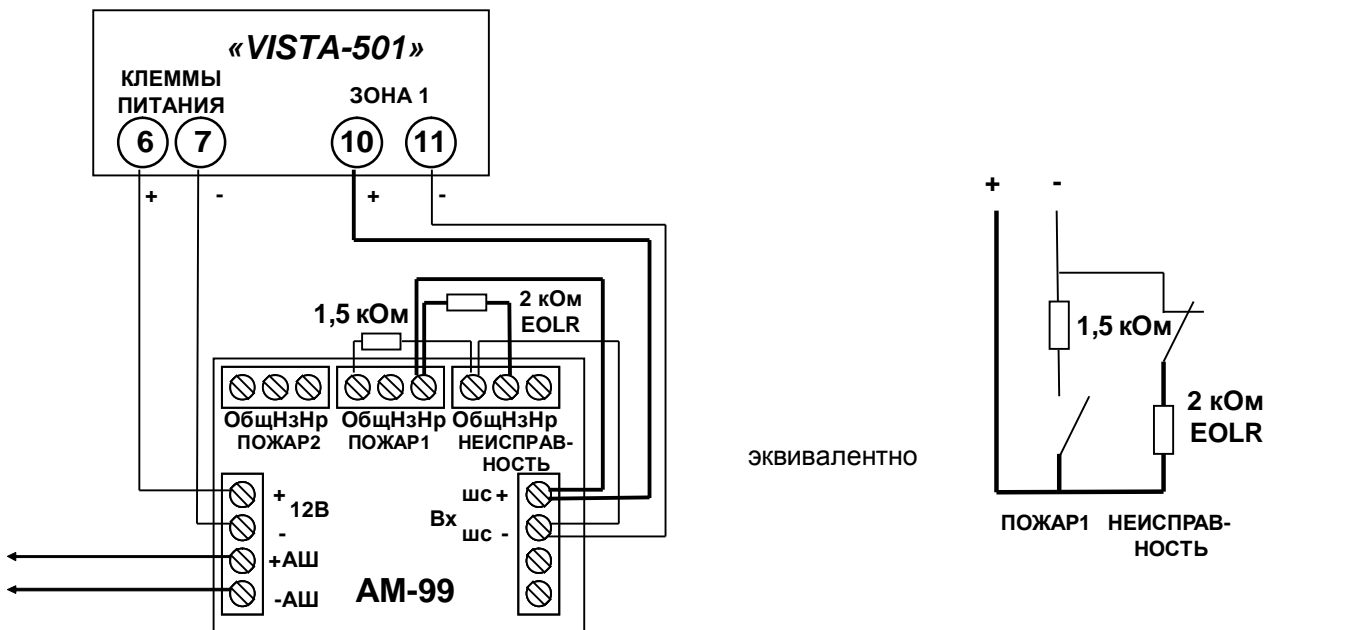
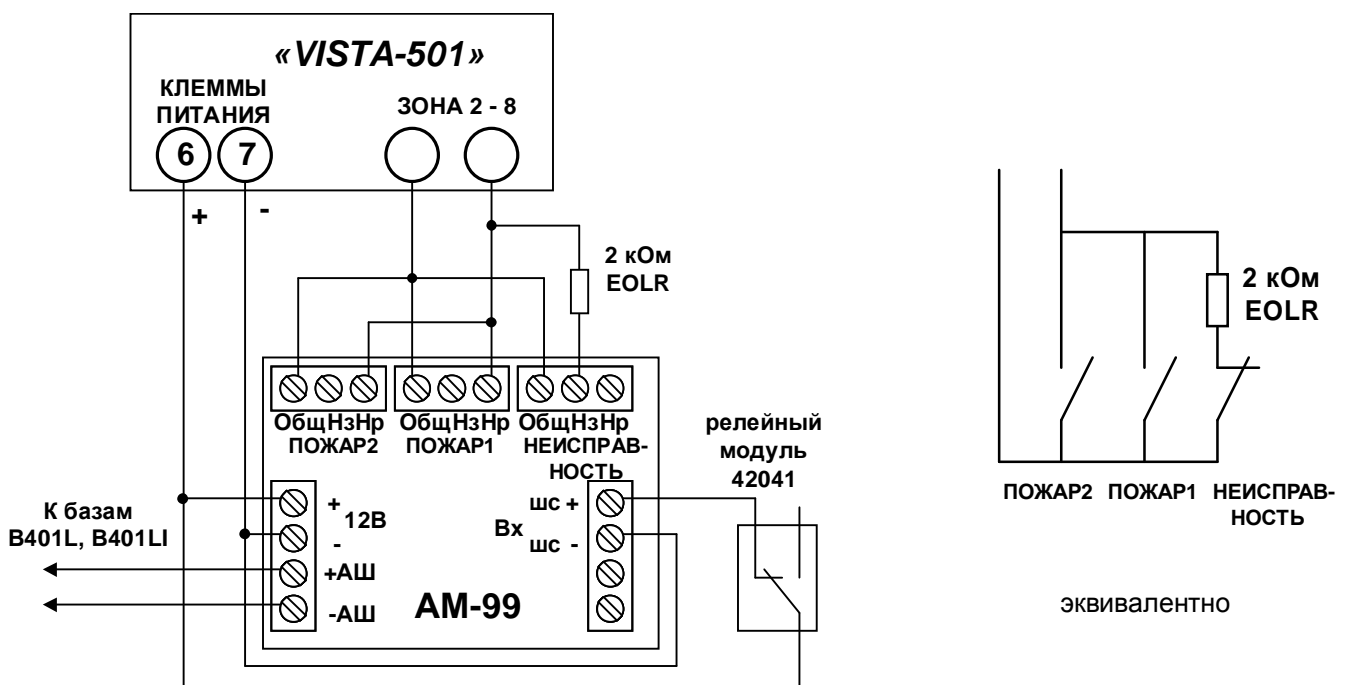

Рис. 1. Подключение адресного модуля AM-99 к шлейфу зоны 1 панели VISTA-501.
Рис. 2. Подключение адресного модуля AM-99 к шлейфам зон 2 - 8 панели VISTA-501(50)
Адресный модуль AM-99 серии Leonardo рекомендуется подключать к 1 зоне панелей VISTA-501(50), т.е. к пожарному шлейфу (рис.1). При активизации извещателей Леонардо, подключенных к адресному модулю AM-99 происходит замыкание шлейфа 1 зоны контактами реле ПОЖАР1, ПОЖАР2 и формируется сигнал ПОЖАР на ПКП. При формировании сигнала НЕИСПРАВНОСТЬ модулем AM-99, периодически на 4 сек каждую минуту, реле НЕИСПРАВНОСТЬ отключает оконечный резистор шлейфа 2 кОм. При отключении питания модуля AM-99 оконечный элемент шлейфа отключен постоянно.
Подключение адресного модуля AM-99 к шлейфам зон 2 - 8 панелей VISTA-501(50) аналогично включению датчиков по 4-х проводной схеме (рис. 2). При этом сброс извещателей Леонардо в дежурный режим и перезапуск модуля AM-99 можно производить отключением напряжения от Вх ШС+ модуля AM-99 на 1 сек и более, например, при использовании релейного модуля 42041 (рис. 1). При отсутствии релейного модуля, Вх ШС+ подключается к источнику питания непосредственно, а сброс производится либо кнопкой ПРОГРАММИРОВАНИЕ/СБРОС, либо отключением питания модуля AM-99.